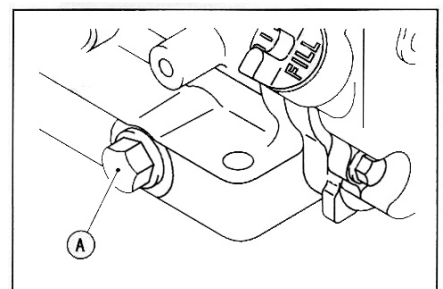

Figure 17
2. Dévissez le bouchon de vidange (figure 17, repère A) et enlevez le. Enlevez le bouchon de remplissage d'huile afin de faciliter la vidange.